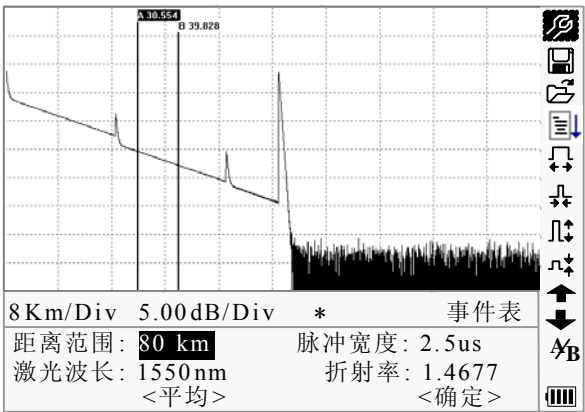

图 4-8. 在实时模式下调整测试参数
- 在实时测试时，通过按键[▲]与[▼]将焦点移到 $\mathcal{R}$ ，按[Enter]键进入如图 4-8 所示参数框